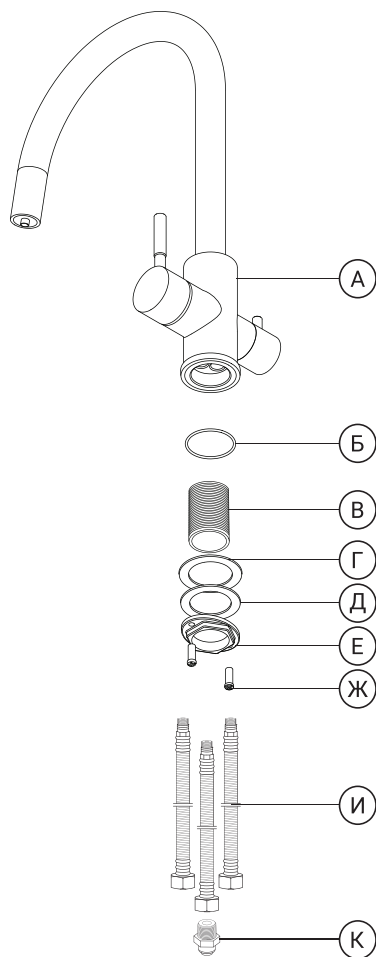

Рис. 1
1. В нижнюю часть корпуса смесителя (А) установите, уплотнительное кольцо круглого сечения (Б) (рис. 1).
2. Вкрутите до упора в корпус смесителя (А) резьбовую направляющую (В) (рис.1).
4. С нижней стороны наденьте на резьбовую направляющую (В) уплотнительную прокладку (Г), металлическую шайбу (Д) и накрутите крепежную гайку (Е) до упора и зафиксируйте ее закрутив винты (Ж) (рис. 1).
6. Подключите трубку идущую от фильтра к гибкой подводке смесителя, используя переходник резьба-трубка (К) (рис. 1).